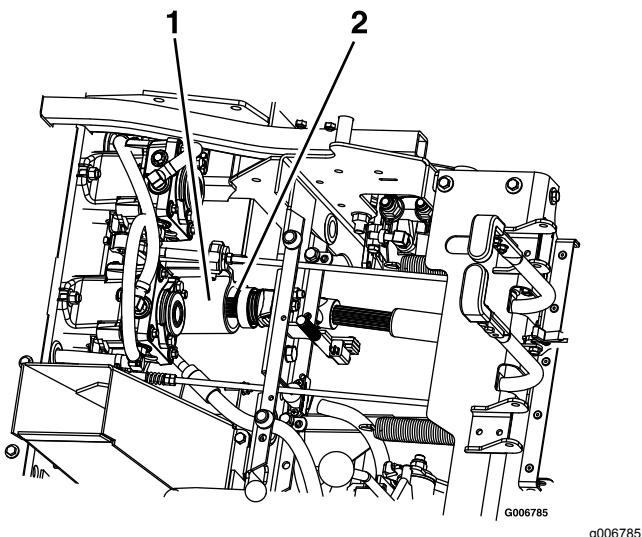

Figura 69
8. Levante el asiento y desconecte el árbol de transmisión usando el acoplamiento rápido del eje secundario (Figura 69).
3. Levante el asiento y conecte el árbol de transmisión al eje secundario (Figura 69)